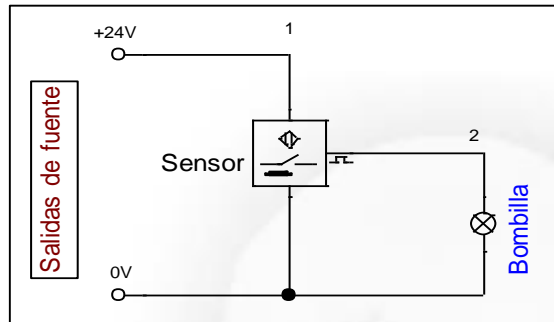

Imagen 15
- 4.8. Encienda la fuente utilizando el interruptor negro, en este momento tendría montado el circuito mostrado en la imagen 15.